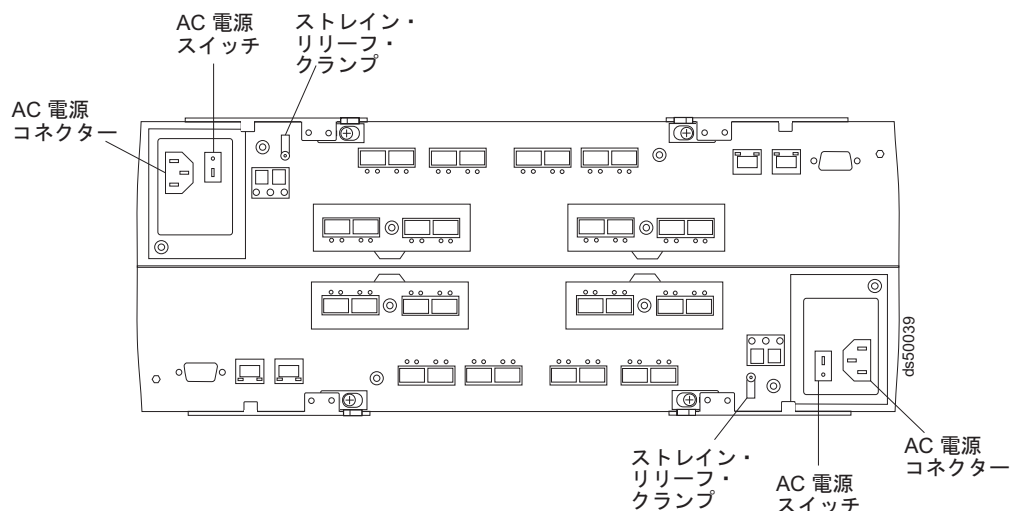

図 101. AC 電源スイッチと AC 電源コネクター
2. 各ストレージ・サブシステムのすべての電源スイッチおよびキャビネット内のストレージ拡張エンクロージャーの電源スイッチをまだオフにしていない場合は、ここでオフにします。164 ページの図 101 に、ストレージ・サブシステムの電源スイッチとコネクターの位置を示します。